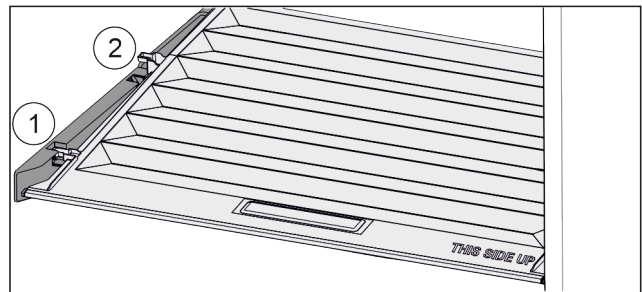

Fig. 54
- ▶ Кришку до отвору в деталях для підтримки потягнути вперед Fig. 54 (1).
- ▶ Підняти ззаду знизу та вийняти Fig. 54 (2) вгору.